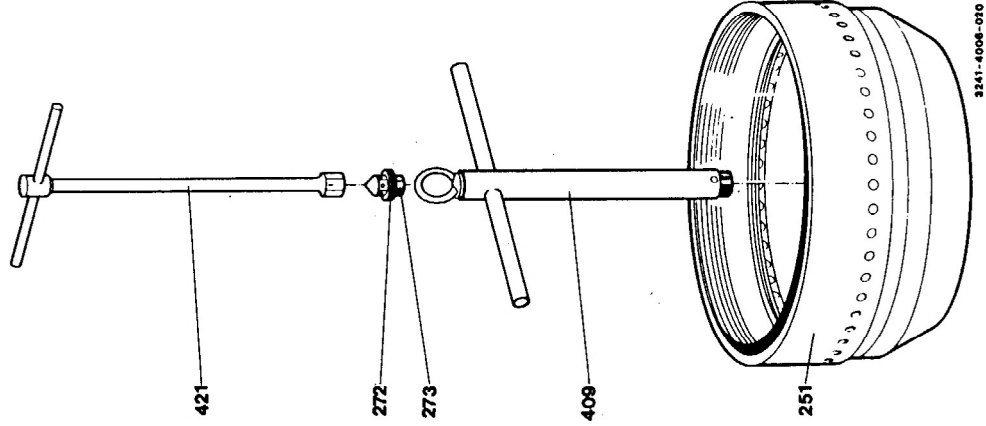

Bild 4/2
- 5) Nuten für Dichtringe 252 und 255 (Bild 4/3a) im Kolbenschieber gründlich reinigen und mit Fett dünn einreiben.